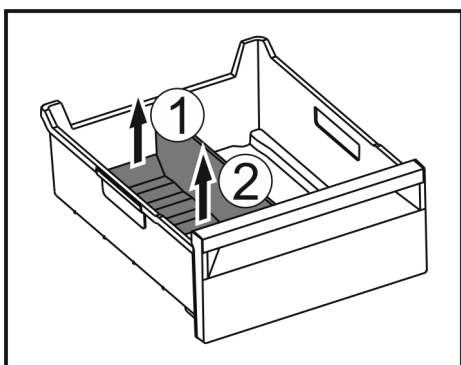

Fig. 175
- Lyft upp frysfacksdelarens bakre del. Fig. 175 (1)
- Ta ut frysfacksdelaren uppåt. Fig. 175 (2)